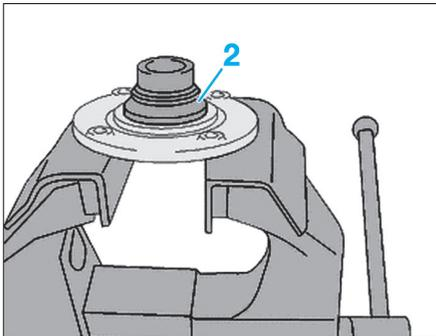

Fig. 34
- Extraire le moyeu avec sa demi cage intérieure de roulement (2) (Fig.34).